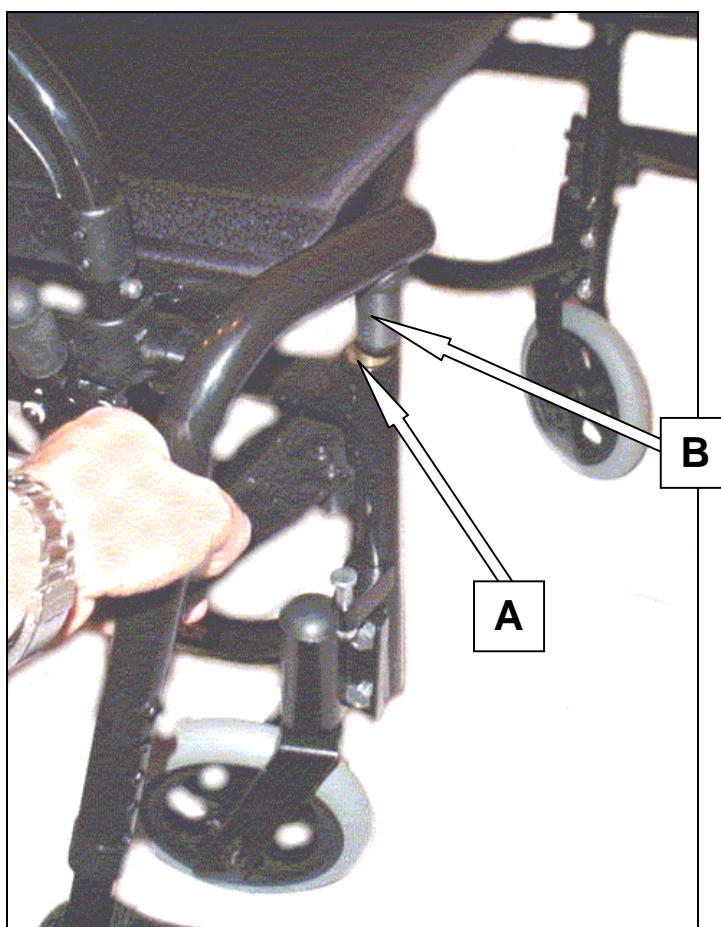

Figure 30 : Appui-pied enlever.
3. Puis saisir l'appui-pied dans sa partie supérieure, et le soulever pour le dégager de son socle (A) (voir; figure 30);
4. Pour remettre l'appui-pied en place, il faut l'orienter à 90° par rapport au siège et insérer le guide (B) dans le socle (A);